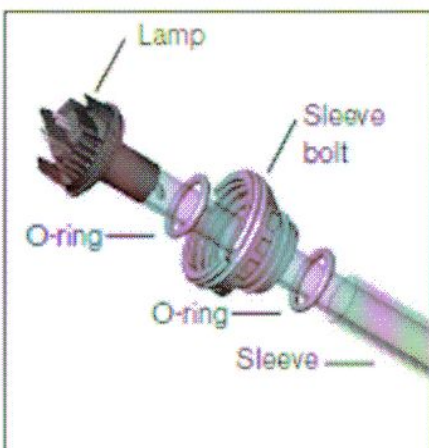

图 5.
1. 最初のOリングを取り外し、ランプスリーブから、スリーブボルトそして2番目のOリングを取り外してください。（図5参照）